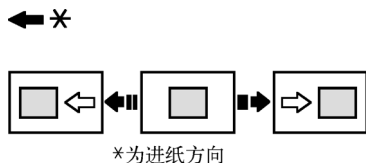
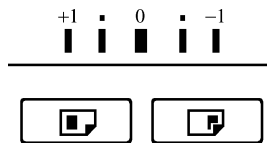

图 5-16 调整图像位置
图 5-17 图像位置方向键
① 通过【图像位置】键调整，将图像位置前移或后移，如图 5-16 所示。每按一次【图像位置】的左向键或右向键，图像位置被移动 1 mm，图像位置方向键如图 5-17 所示。当向前移动图像时，务必在纸前端空出大于 5 mm (0.2") 的页边。如果未留页边，纸张可能会卷在印筒上，并导致卡纸。调整后可按【试印】键检查调整效果。